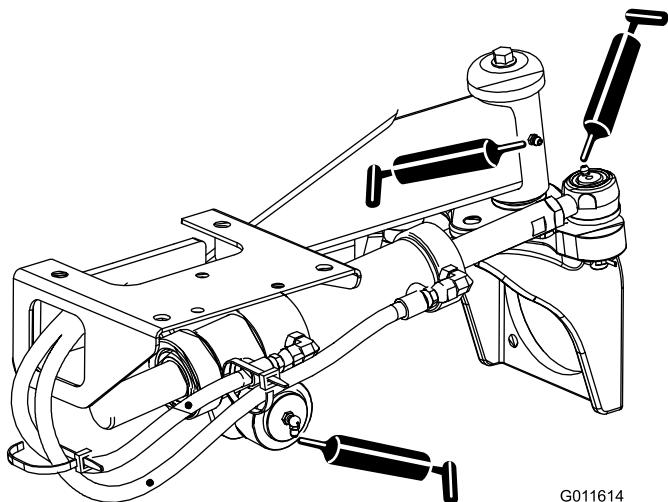

Bild 49
- Lenkzylinder-Kugelgelenke (2) und Hinterachse (1) (Bild 49)